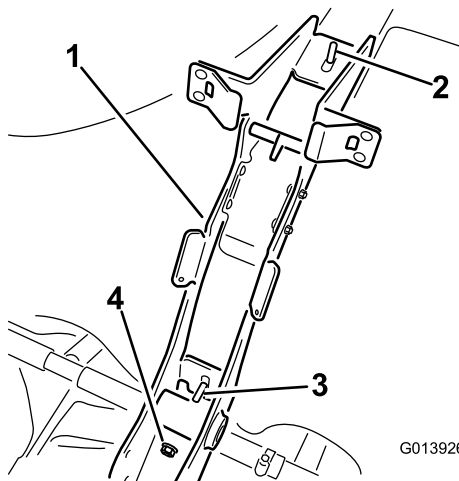

Bild 10
4. Setzen Sie eine Sicherungsmutter auf die untere freiliegende Schraube, die durch den Rahmen geht, um sie am Behälterriemen zu befestigen (Bild 10).